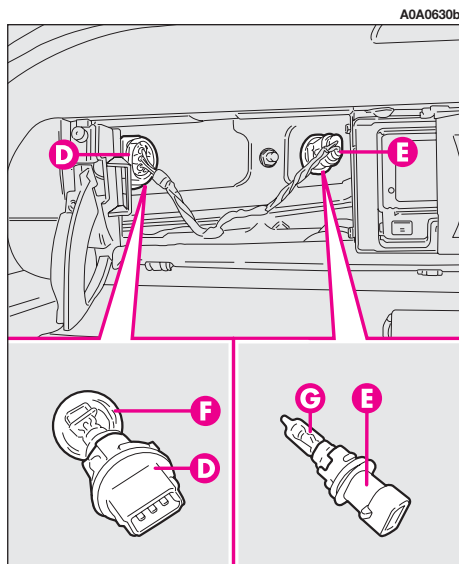

fig. 34
- tourner le porte lampe du feu de position et de stop (ampoule à deux feux) dans le sens contraire des aiguilles (D-fig. 34), ou le porte lampe du feu de direction (E-fig. 34) et le défilier;